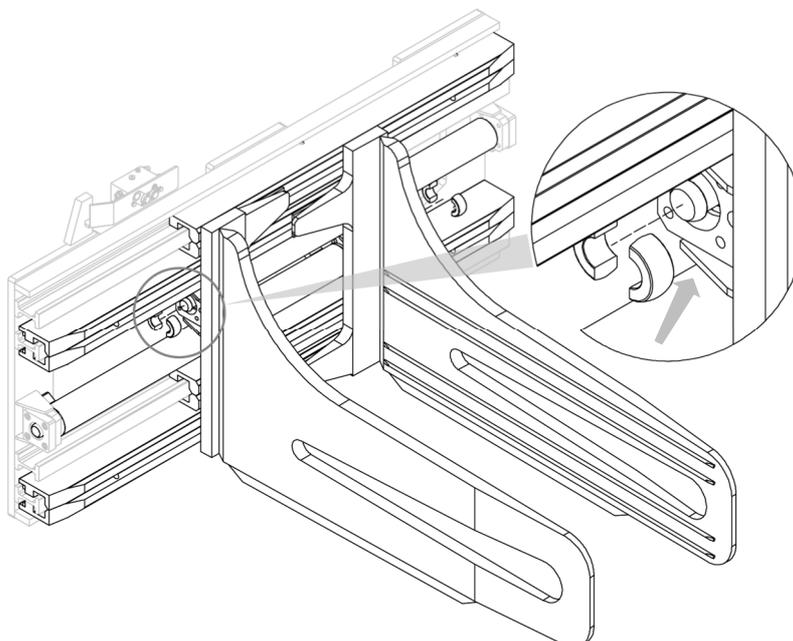

Abbildung 8
3. Montieren Sie die Klemmringe (siehe *Abbildung 8*).